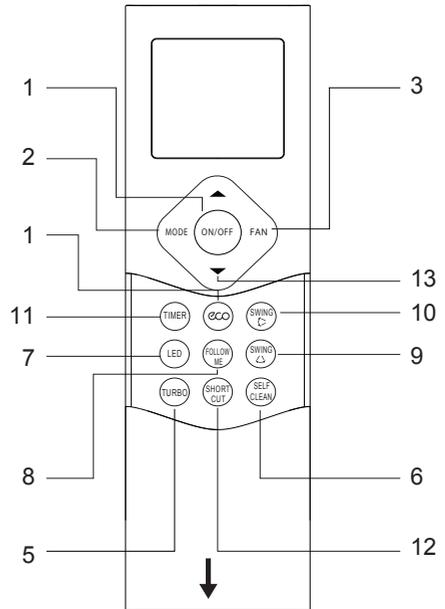
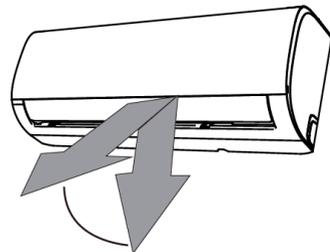

fig. 1 -
fig. 7 -
O controlo remoto ("fig. 1 -") é composto por uma série de botões e um ecrã que apresenta todas as funções ativas e os vários parâmetros necessários ao utilizador e ao técnico de instalação, para uma utilização correta da própria unidade.
- 6. Funcionamento SWING** (não apresentado no ecrã do controlo remoto, o visor da unidade interior mostra "ON" durante 3 segundos quando a função está activada, "OF" durante 3 segundos quando a função está desactivada). Pressionar o botão "SWING" ativa o movimento automático da aba. Mantenha pressionado o botão "SWING"  (part. 9 "fig. 1 -") para ativar o movimento automático da aba. Pressione uma vez o botão "SWING"  (part. 9 "fig. 1 -") para ajustar a posição da aba em 6°.
- 8. Bloqueio de chave.** Pressionar os botões "TURBO" (part. 5 "fig. 1 -") e "SELF CLEAN"(part. 6 "fig. 1 -") simultaneamente por um segundo ativa / desativa o bloqueio do teclado do controle remoto.
- 9. Função de atalho.** Memoriza as configurações atuais e permite recuperá-las rapidamente. Pressione o botão "SHORTCUT" (part. 12 "fig. 1 -") por 2 segundos para salvar as configurações atuais. Pressione o botão "SHORTCUT" (part. 12 "fig. 1 -") para recuperar as configurações salvas
Para ajustar a direção do fluxo de ar vertical ("fig. 7 -") que sai da unidade interior, prima o botão "SWING"  (part. 9 "fig. 1 -"). Mantendo o botão "SWING"  (part. 9 "fig. 1 -") pressionado por 2 segundos, o defletor continua a mover-se, misturando o ar na sala.
Ao pressionar o botão "SWING"  (part. 9 "fig. 1 -"), o defletor trava e cada vez que o botão "SWING"  (part. 9 "fig. 1 -") é pressionado, a direção do fluxo de ar muda em um ângulo de 6°.
O que se segue descreve o significado dos códigos apresentados no visor da unidade interior ("fig. 7 -"), em vez dos dois "88" apresentados na figura.
O visor apresenta o símbolo apresentado na "fig. 7 -", detalhe 1, quando a unidade está regularmente ligada à rede sem fios para controlo remoto.